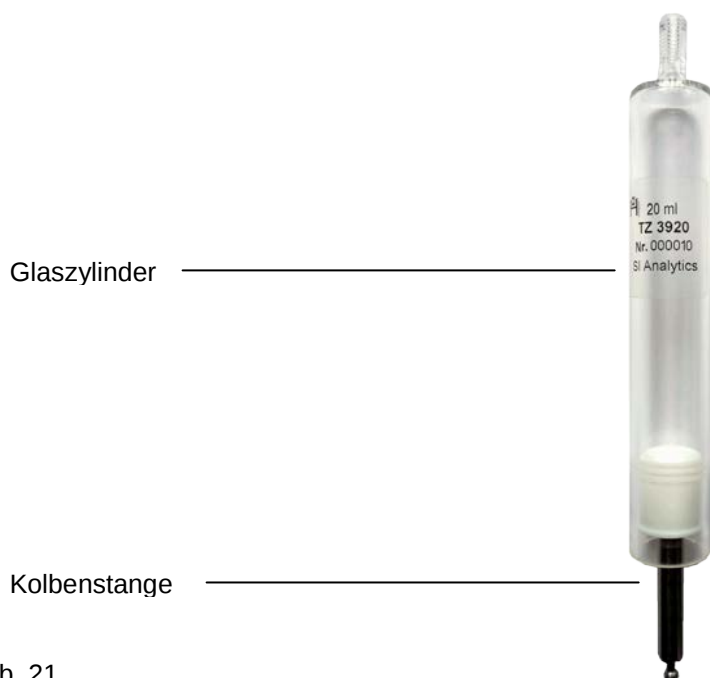

Abb. 21
- Ein neuer Glaszylinder und Kolben (Abb. 21) wird in den UV-Schutz gesteckt und der blaue UV-Schutz wird durch 5-6 Drehungen nach rechts wieder festgeschraubt.